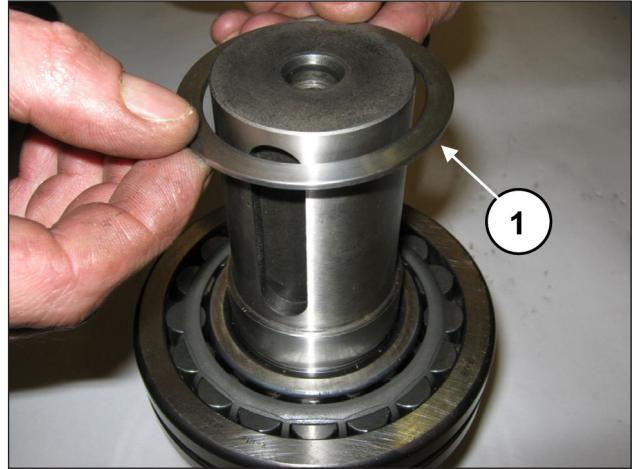
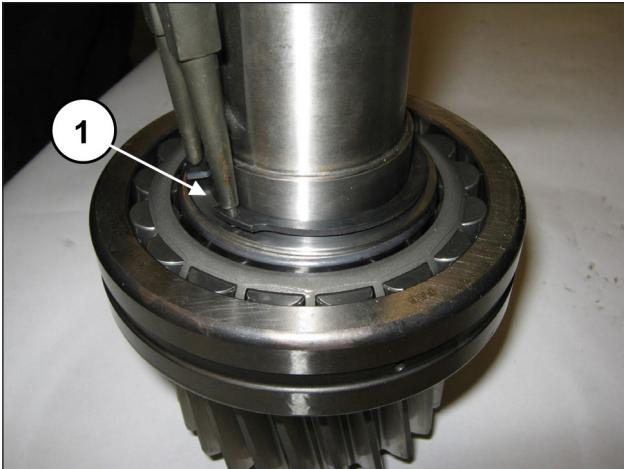

Abb. 83
Abb. 84
Setzen Sie den Stützring des Lagers (Pos. ①, Abb. 83) und den Seegerring Ø55 ein (Pos. ①, Abb. 84).